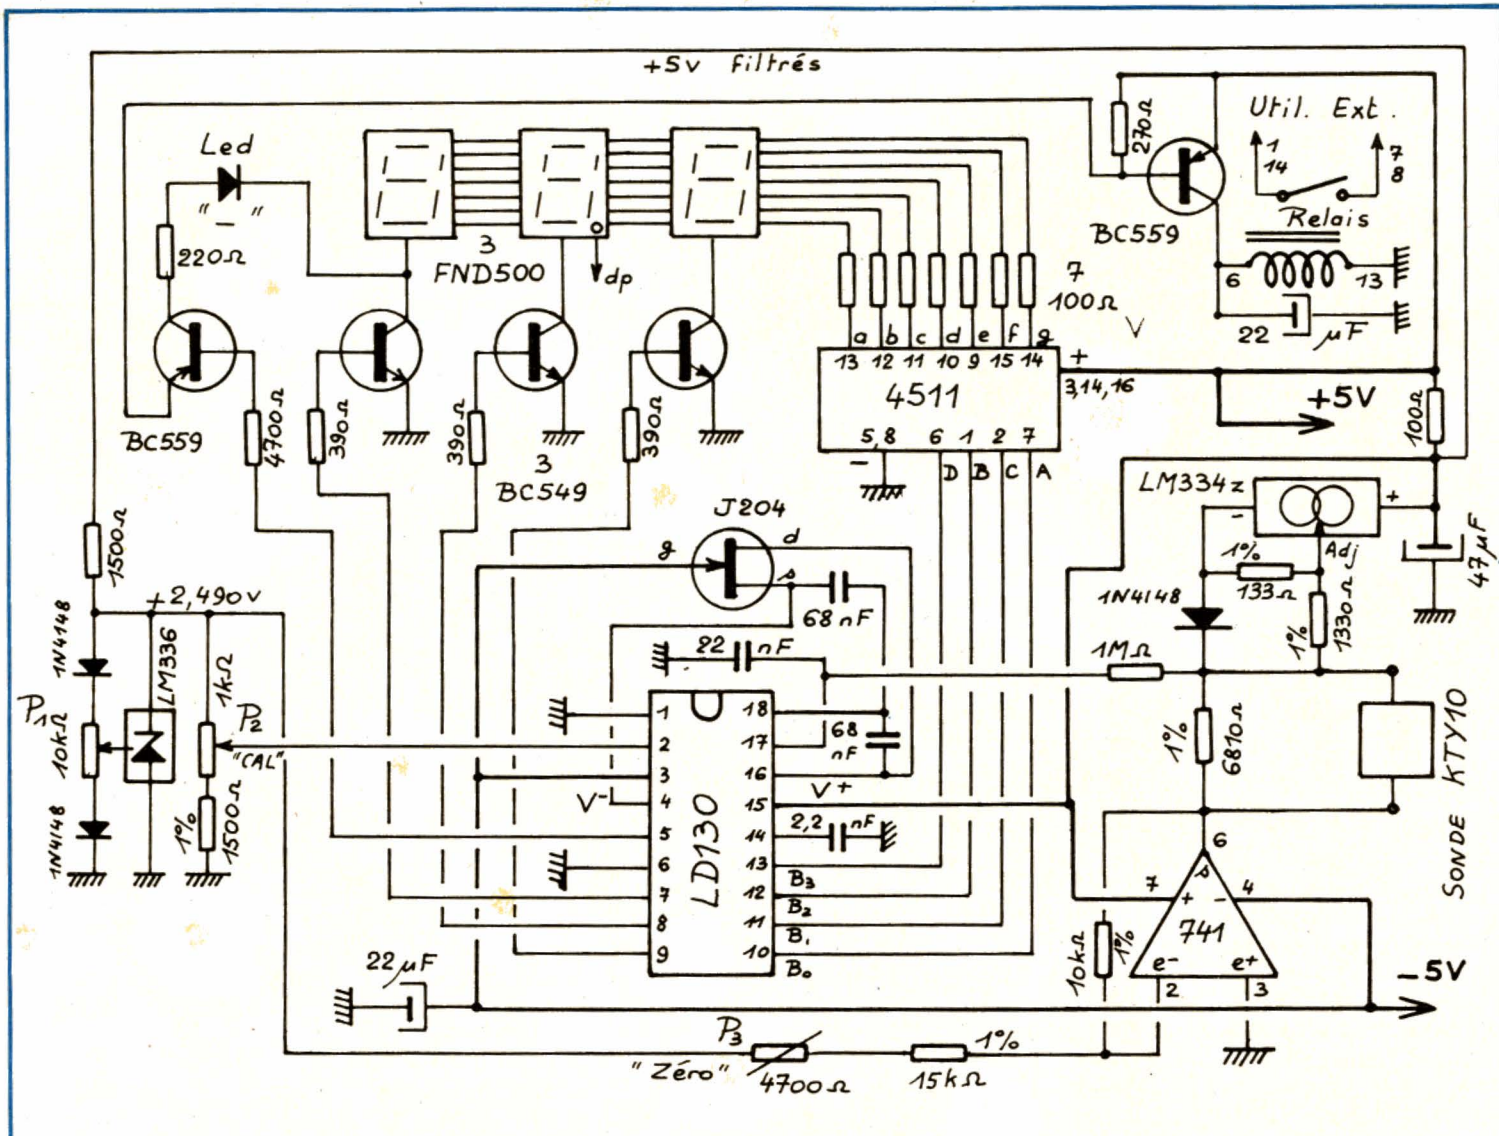

Fig. 1. - Schéma du TCF2.
1. Le schéma (voir fig. 1)
Avec la résistance de $6\,810\ \Omega$, placée en parallèle sur le KTY10 (fig. 1), le capteur présente à $25\ ^\circ\text{C}$, une résistance typique de :